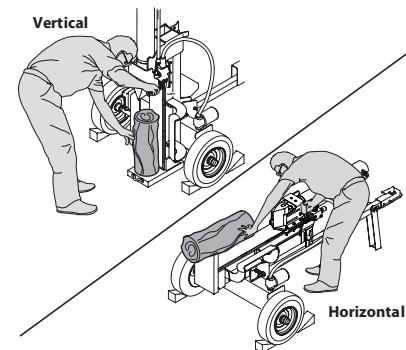

Figura 1
6. Siempre opere la máquina desde la(s) zona(s) del operador que se especifican en el manual. Vea la Figura 1.
- a. Posición horizontal de funcionamiento: Párese del lado de la palanca de control de la máquina rompetroncos y estabilice el tronco como se indica, si es necesario. Vea la Figura 1.
- b. Posición vertical de funcionamiento: Párese delante de la máquina rompetroncos y estabilice el tronco como se indica, si es necesario. Vea la Figura 1.